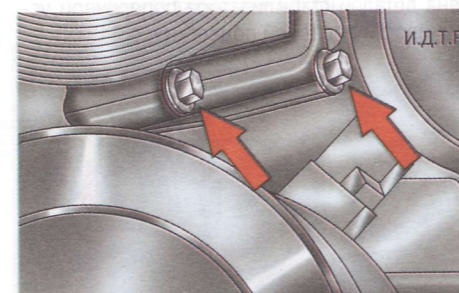

Рис. 8.2. Нижнее крепление насоса гидроусилителя рулевого управления
12. Выверните два нижних болта крепления насоса гидроусилителя (рис. 8.2).